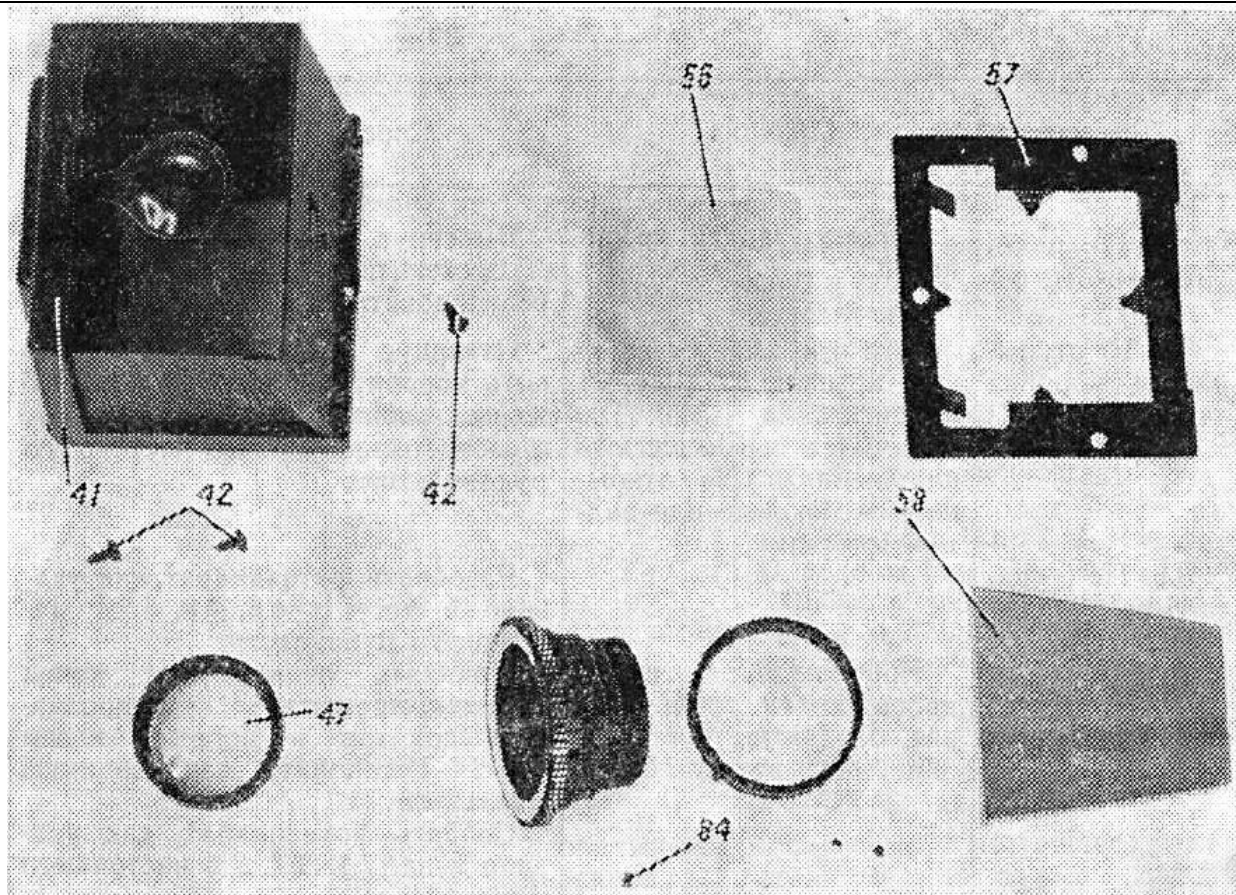

Рис. 7
- 4.9. Отвернуть три винта 42 (см. рис. 7) и снять с корпуса фотоаппарата коробку видоискателя 41.
7.3. Очистить зеркало 58 (см. рис. 7) и вложить его в гнездо корпуса. Протереть оправу 57 (см. рис. 7) и вложить ее в выемку корпуса. Обеспечить надежное крепление зеркала за счет подгибки лапок оправы. Ввернуть три винта 42 через отверстия оправы в корпус аппарата на три оборота. Очистить линзу видоискателя 56 ватным тампоном, слегка смоченным моющим средством «Прогресс» с последующей протиркой сухим тампоном. Вложить линзу в оправу 57 матированной поверхностью внутрь. Очистить коробку видоискателя от пыли и загрязнений, очистить лупу видоискателя. Установить коробку видоискателя 41 отверстиями на три винта 42, ввернутые ранее, и завернуть винты до отказа. Проверить крепление линзы видоискателя. При необходимости подогнуть лапки коробки видоискателя.